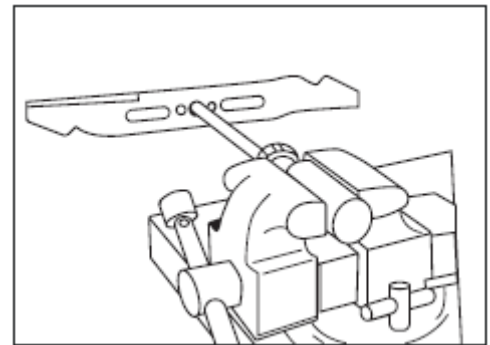

Fig. 18
- Bladet är balanserat när ingen av ändarna sjunker (se fig. 18).